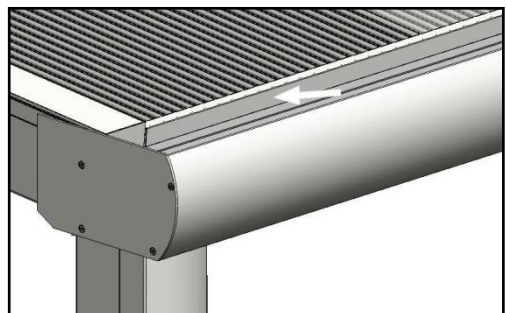

Abbildung 20, Anbringen der Randabschlüsse
37. Schieben Sie die letzten Randabschlussprofile auf die Vorderseite der Dachplatten (Abb. 20).